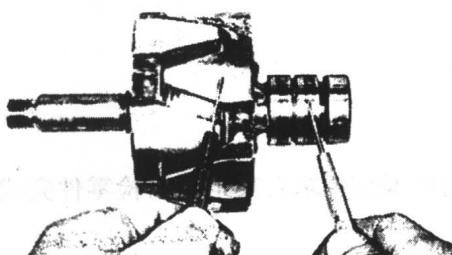

图 1-16 测量磁极转子的绝缘性
(3)用万用表 R × 10kΩ 挡测量滑环与转子间的电阻值,见图 1-16。